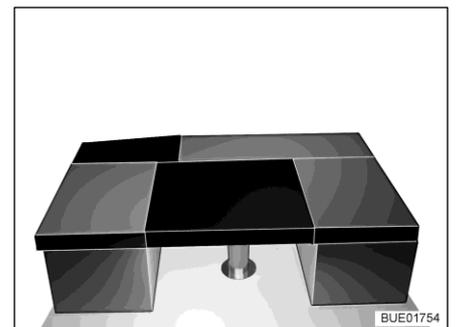

Fig. 153 Après la transformation
- Poser le coussin supplémentaire rectangulaire sur la table (entre les coussins d'assise des banquettes, voir Fig. 153).